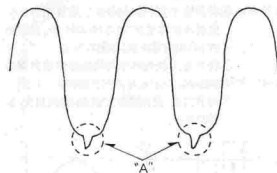

图13
②将示波器连接IC851-11脚;
③调节 T851, 使“A”位于波谷, 如图 13 所示。
(9) 32 线扭曲补偿延迟时亮度电平的调试